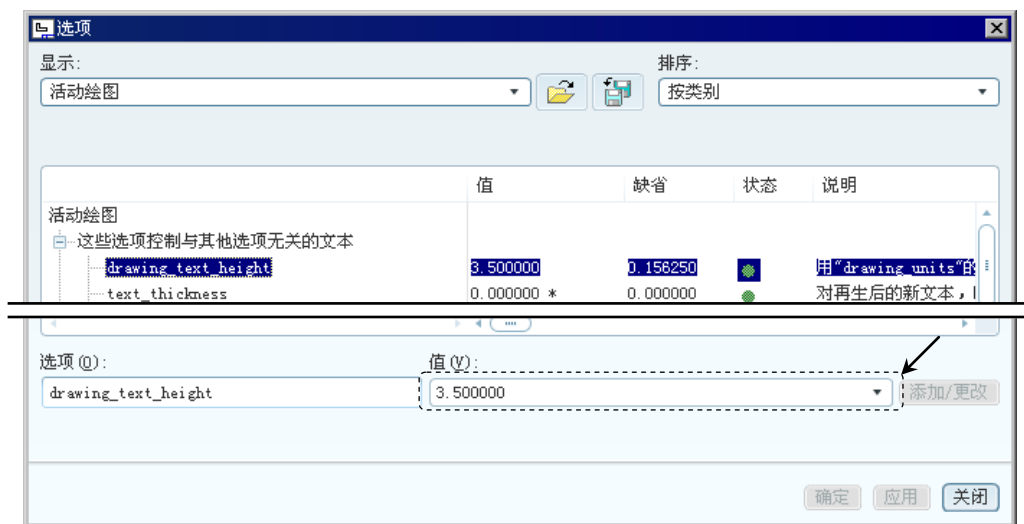

图 2.1.2 “选项”对话框（一）
Step2. 选择下拉菜单 **文件(F)** → **绘图选项(O)** 命令，系统弹出图 2.1.2 所示的“选项”对话框（一）。